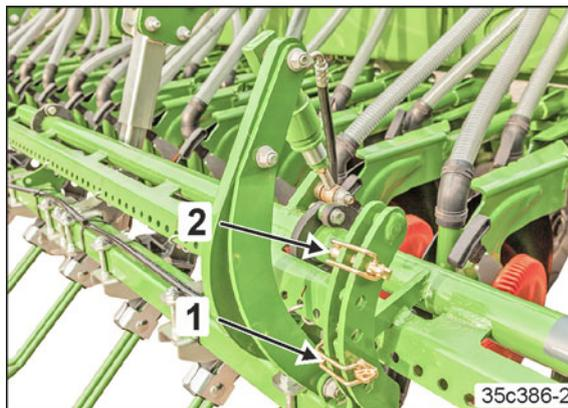

Fig. 191
- Levier en position 1 (Fig. 191/1)
- Levier en position 2 (Fig. 191/2)